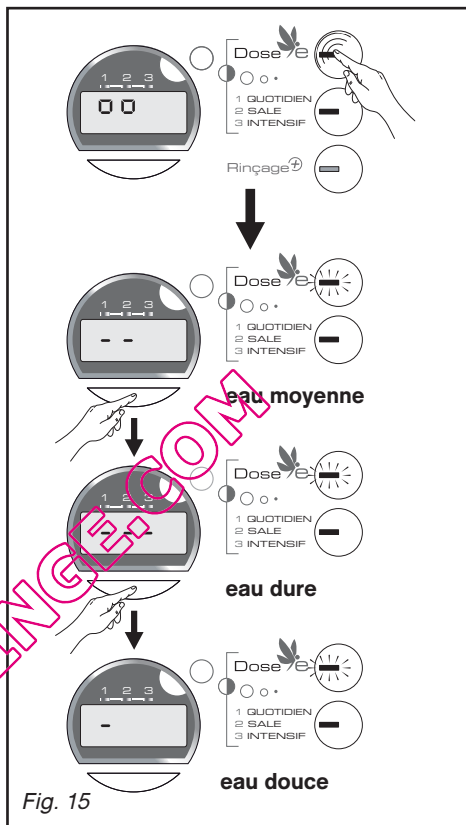

Fig. 15
#### • Réglage de la dureté de l'eau (Fig. 15)
– Faites un appui long sur la touche "Dose/E" (Fig. 15).